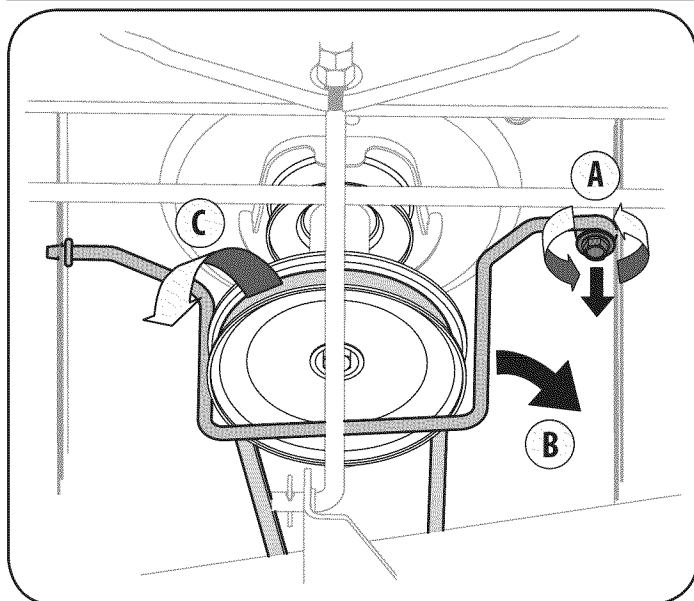

Figura 18
4. Retire la correa (C) de alrededor de la polea del motor del tractor. Véase la figura. 18.